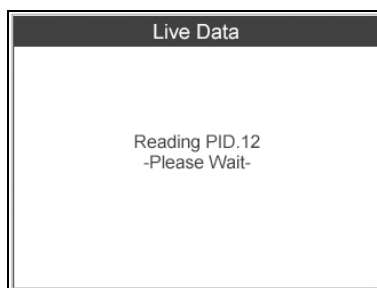

Figure 6.8
- 2) Attendre quelques secondes pendant que l'outil de diagnostic valide PID MAP. (Figure 6.8)